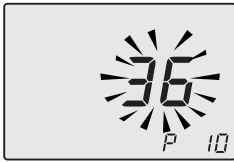

Figura 5.64
- Utilizzando i tasti 12 o 13 è possibile modificare il valore del parametro 10 da **00=0s** a **100=510s** (ogni aumento o diminuzione di una unità sul display corrisponde a 5 secondi). Es. 36=180 secondi. Nel display si alternano la scritte **P10 - SEt** (Figura 5.64).